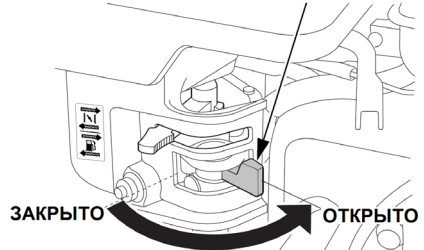

Рис. 23 Рычаг топливного крана
3. Откройте топливный кран переводом рычага (черного цвета) вправо (Рис. 23).